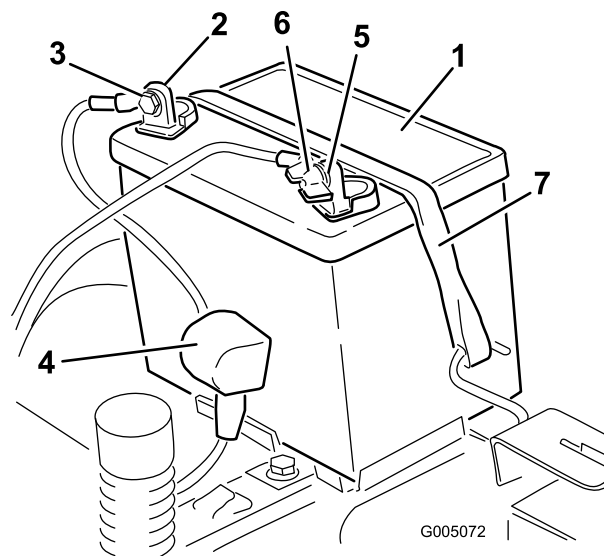

Figure 36
5. Repoussez le capuchon en caoutchouc sur le câble positif (rouge). Débranchez le câble positif (rouge) de la borne de la batterie (Figure 36). Mettez les fixations de côté.
6. Enlevez la sangle de maintien de la batterie (Figure 36) et ôtez la batterie de son support.
4. Débranchez le câble négatif (noir) de mise à la masse de la borne de la batterie (Figure 36). Mettez les fixations de côté.
1. Placez la batterie dans son support en tournant les bornes vers la position de fonctionnement (Figure 36).
5. Fixez la batterie en place à l'aide de la sangle de maintien (Figure 36).